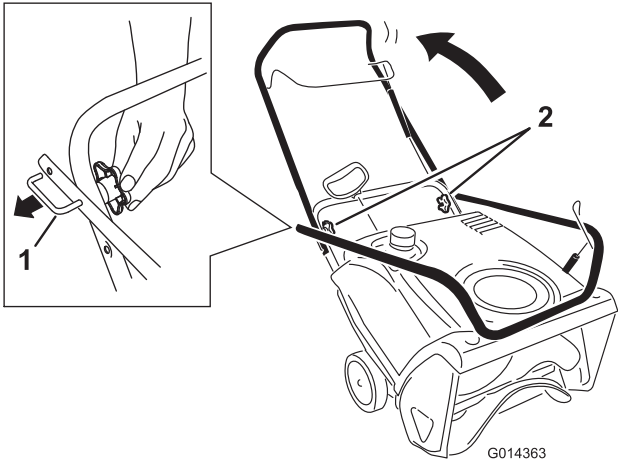

Figure 4
1. Desserrez les boutons du guidon, sortez les dispositifs de blocage en U jusqu'à ce que le guidon bouge librement, puis faites pivoter le guidon en position d'utilisation (Figure 4).